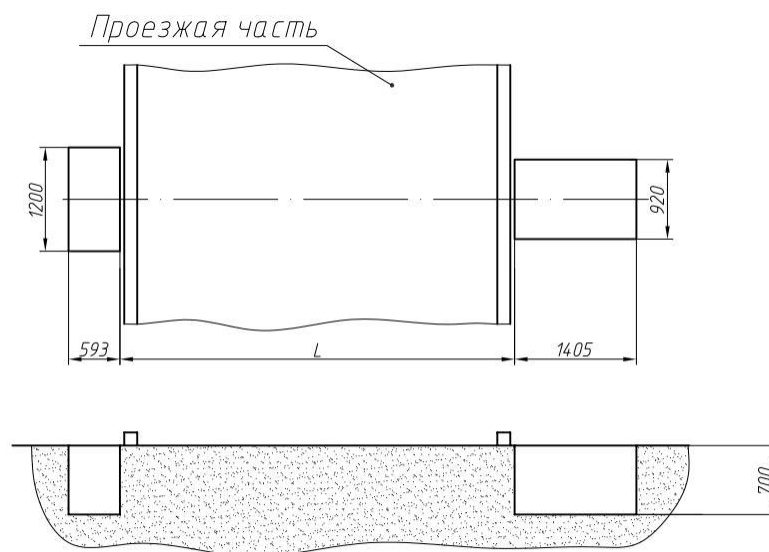

Рисунок 4
4.1.2 Произвести разметку в месте установки шлагбаума (рис.4). Минимальные размеры котлованов приведены в таблице №1.